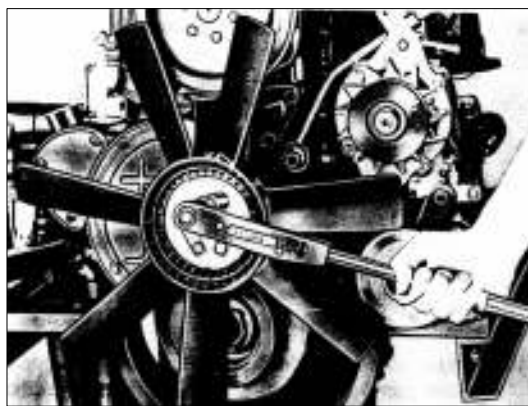

РИС. 153
- 6) Установите крыльчатку вентилятора и закрепите её (рис. 153).